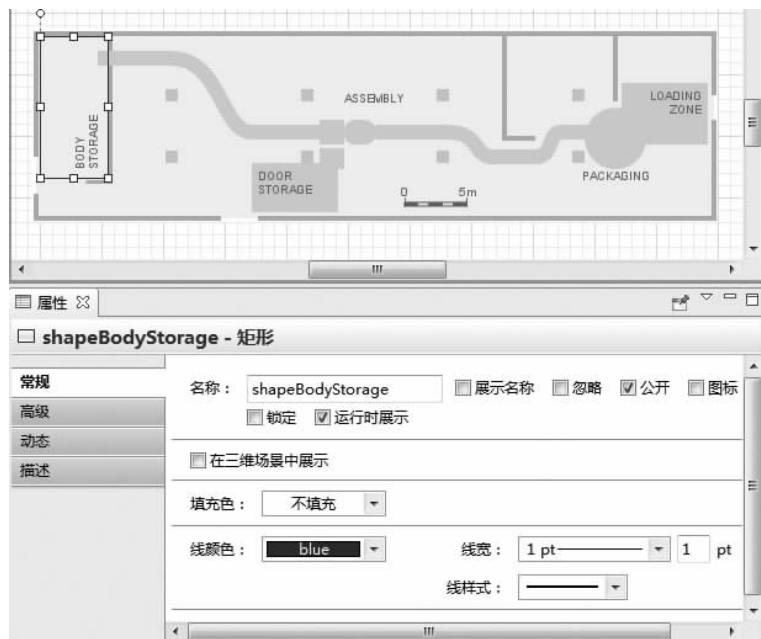

图 3-25 矩形属性视图中的常规页面
① 支持绘制模式的元素(在面板中用图标笔表示),可以通过拖曳的方式添加到图纸中。
② 在绘制模式中,绘制形状的步骤十分简单。用户既可以绘制特定尺寸的椭圆或矩形,也可以逐个点的绘制一条折线。
③ 双击“面板”中可绘制的元素即可激活绘制模式。这时图标会变成笔,即可在图形化编辑器中绘制所需的形状,如图 3-25 所示。